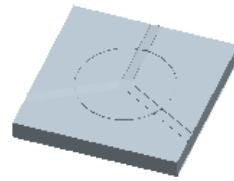

图 5.30 着色后的上半部分体积块
- Step6. 系统弹出“属性”对话框，同时模型的上半部分变亮，在该对话框中单击 着色 按钮，着色后的体积块如图 5.30 所示。然后在对话框中输入名称 **upper_vol**，单击 确定 按钮。